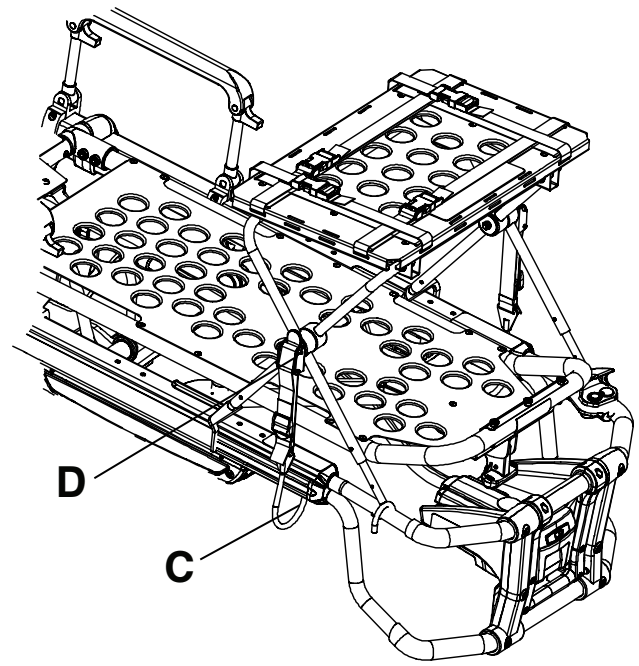
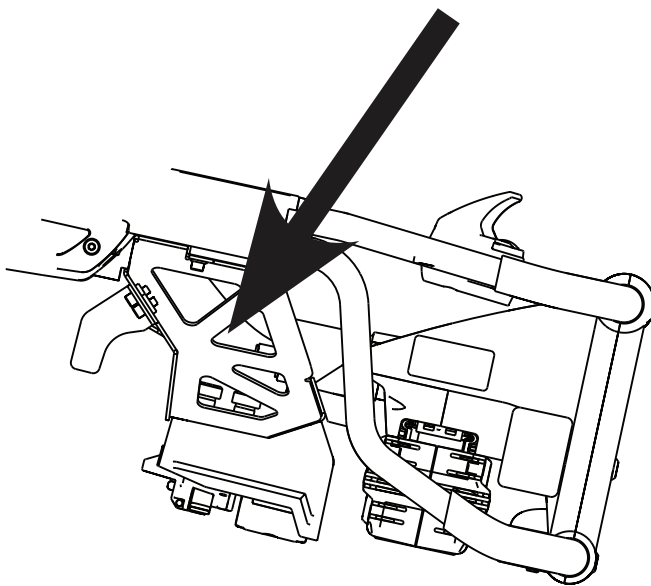

Figura 27 – Colocación del gancho del pasador (se muestra el modelo 6506)
Figura 28 – Lengüeta (se muestra el modelo 6506)
6. Coloque el gancho del pasador (C) debajo del bastidor de la mesa o de la sujeción del extremo de los pies, y empuje la lengüeta (D) hacia arriba hasta que se bloquee en su sitio en uno de los lados con un clic audible (Figura 27). Repita la operación en el otro lado. En el caso de las camillas compatibles con **Power-LOAD**, si se incluye, es preciso alargar y fijar las correas a la sujeción del extremo de los pies (Figura 28).